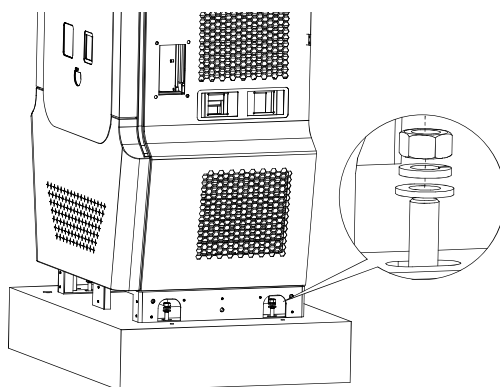

Figure 15. Fixation de l'EVSE
3) Fixer 4 rondelles et 4 écrous (2 de chaque) aux 4 tiges filetées M 12. Voir la figure 15.